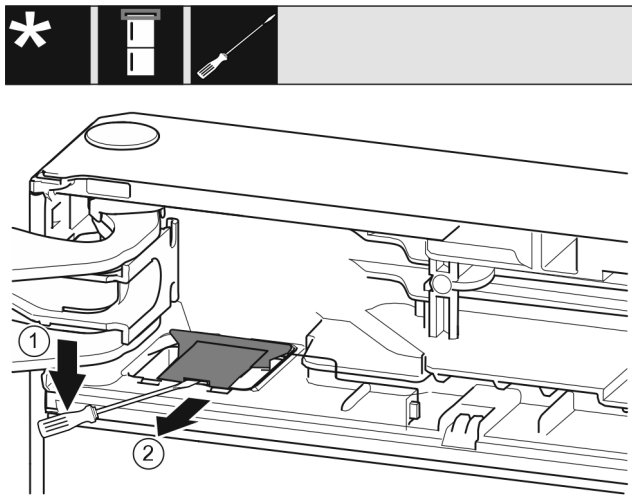

Fig. 9
- ▶ Za pomocą śrubokręta wyczepić osłonę i podnieść. *Fig. 9 (1)*
- ▶ Wyjąć osłonę. *Fig. 9 (2)*